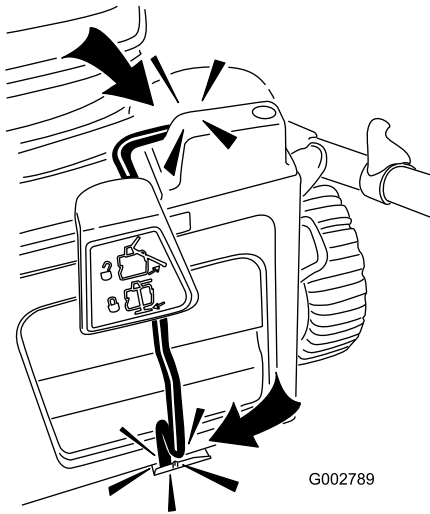

Figura 9
3. Asegúrese de que la palanca encaje correctamente tanto en la ranura del interruptor como en el clip de retención de la palanca (Figura 9). **Si no lo hace, ¡su cortacésped no arrancará!**